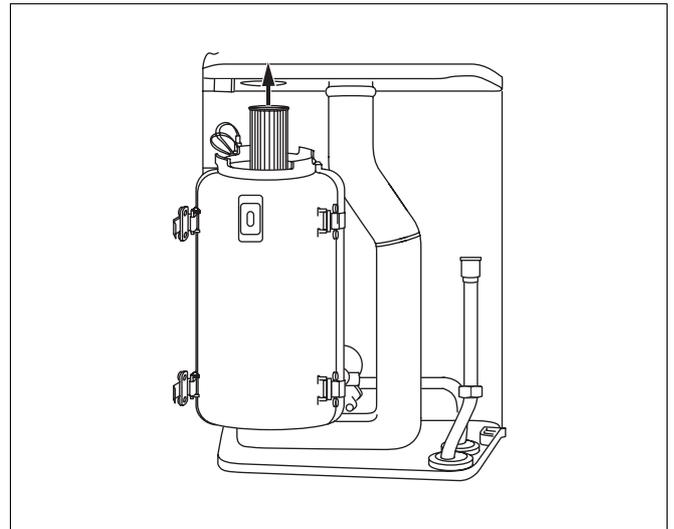

Abb. 39 Brenner herausziehen
- Brenner nach oben durch die Öffnung herausziehen (Abb. 39).